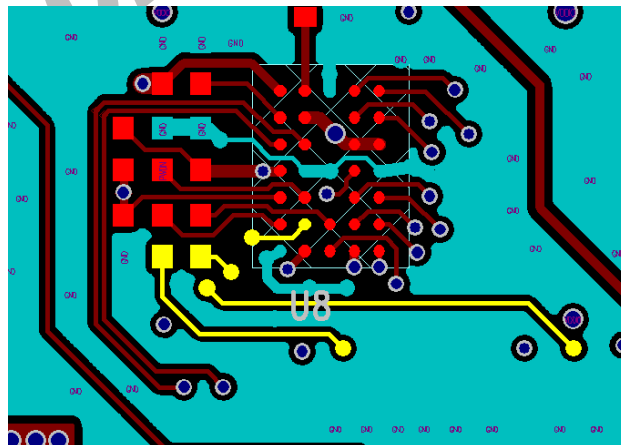

图 2-14 CLK 走线
- 5) 时钟信号需有地跟随，如图 2-14 所示，若条件允许可增加端接电阻抑制 EMI。